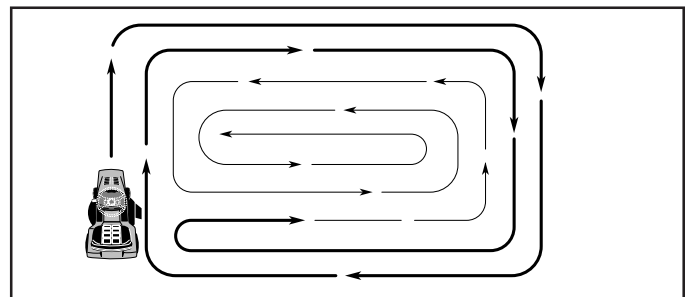

FIG. 12
- Pour tondre une grande surface, on vous conseille de commencer par tourner à droite, de façon à ce que l'herbe ne soit pas déversée sur les arbustes, les clôtures, les allées, etc. Après un ou deux tours, tondez en sens inverse en tournant à gauche jusqu'à ce que le travail soit achevé (Voyez la Fig. 12).